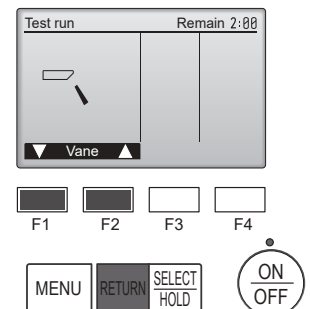

Fig. 7-6
- ① Compruebe la paleta automática con los botones [F1] [F2]. (Fig. 7-6)
- ② Pulse el botón [RETURN] (VOLVER) para volver a "Test run" (Modo prueba).
- ③ Pulse el botón [ON/OFF].